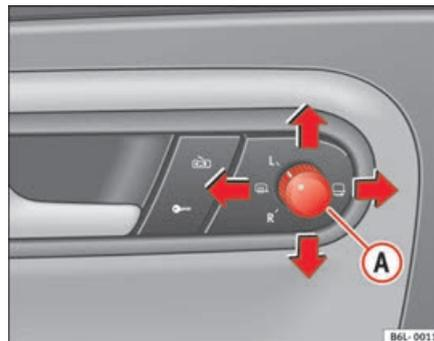

Fig. 71 Regolazione degli specchi retrovisori esterni
1. In primo luogo, ruotare la manopola ⇒ **fig. 71** portandola nella posizione **L (specchietto esterno sinistro)**.
- Girare la manopola verso la posizione di sbrinamento  ⇒ pag. 107, fig. 71.
- Per far ripiegare su se stessi gli specchietti esterni si deve ruotare la manopola ⇒ pag. 107, fig. 71 portandola nella posizione . Si consiglia di richiudere sempre gli specchietti esterni quando si porta il veicolo all'autolavaggio, altrimenti potrebbero danneggiarsi.